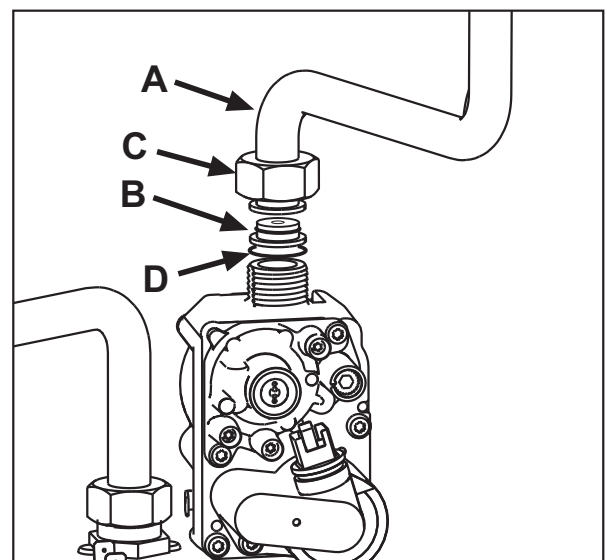

Abb. 22
3. Die Schraubverbindung **C** aufdrehen und das Gasrohr **A** aus dem Gasventil ziehen (siehe Abb.22).
4. Die Düse **B** im Gasrohr durch die im Umrüstungsset enthaltene Düse ersetzen. Dichtung **D** einlegen (siehe Abb.22).